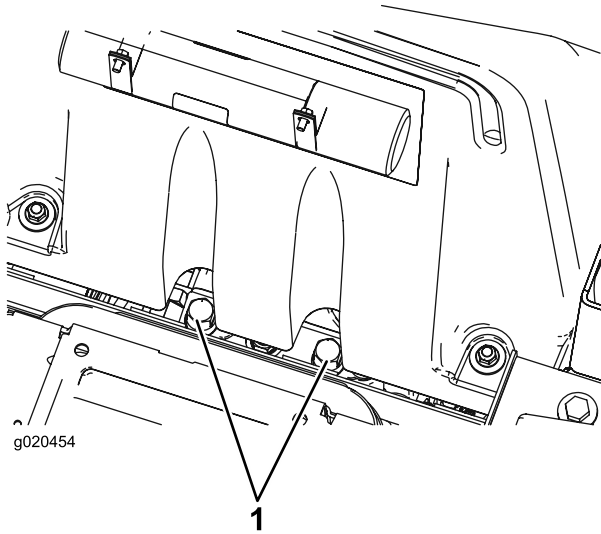

Figure 32
1. Soulevez le siège et localisez les vannes de dérivation qui sont situées sous l'avant du réservoir de carburant (Figure 32).